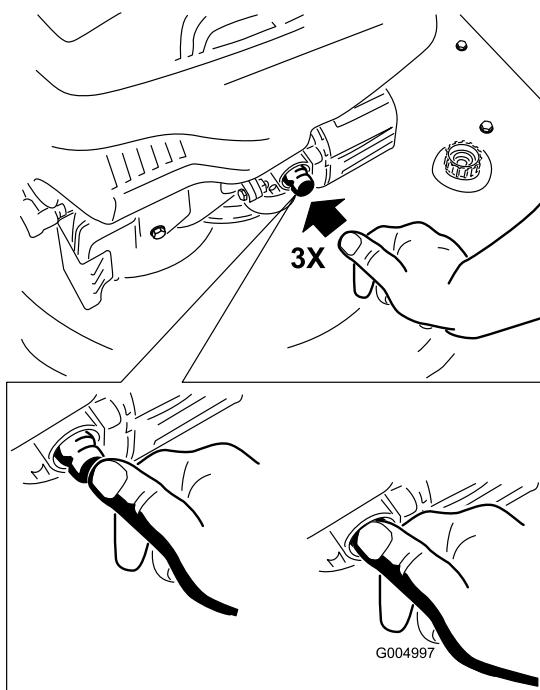

Figure 15
2. Appuyez fermement à 3 reprises sur l'amorceur avec le pouce, en marquant une pause d'une seconde chaque fois (Figure 15).